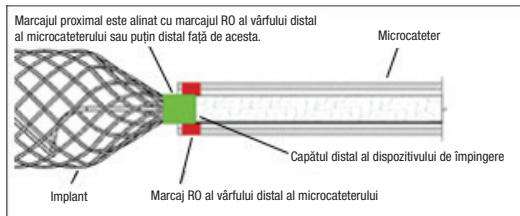

Figura 6 – Poziția benzilor de marcare pentru detașare
24. Sub ghidare fluoroscopică, avansați lent implantul în afara vârfului microcateterului. Continuați să avansați implantul către locul dorit până ce marajul radioopac al implantului este aliniat cu marajul vârfului distal al cateterului sau puțin distal față de acesta, poziționând zona de detașare imediat în afară. Consultați figura 6. Repoziționați dacă este necesar. Dacă mărimea implantului nu este adecvată, eliminați-l cu un alt dispozitiv. Dacă se observă sub fluoroscopie o mișcare nedorită după instalare și anterior detașării, îndepărtați implantul și înlocuiți-l cu alt implant, de mărime mai potrivită. Mișcarea poate indica faptul că dispozitivul poate migra odată ce este desprins. **NU** rotiți dispozitivul de împingere pe durata introducerii sau ulterior implantării în sistemul vascular. Rotirea dispozitivului de împingere poate duce la deteriorarea